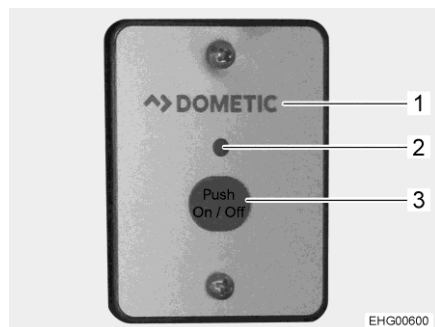

Bild 151 Extern brytare (växelriktare)
Monteringsställe extern brytare Den externa brytaren (Bild 151,1) är inbyggd i väggskåpet ovanför bordet.
- Tryck ner knappen "On/Off" (Bild 151,3). Lysdioden (Bild 151,2) lyser.
- Tryck ner knappen "On/Off" (Bild 151,3). Lysdioden (Bild 151,2) slocknar.